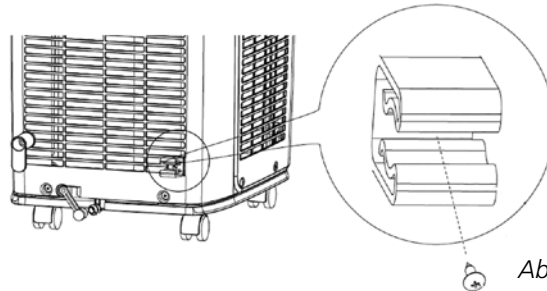

Abbildung 21
- 3** Montieren Sie den Schlauchhalter G (siehe Abbildung 1) an der Rückseite der Klimaanlage (siehe Abbildung 21).